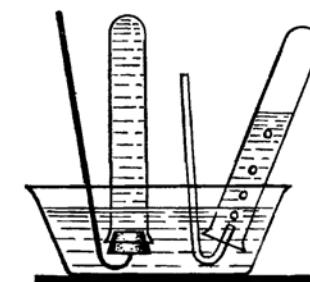

Рис. 4. Сухой способ наполнения пробирок газом
Этот же опыт можно провести в пробирках. В одну пробирку налейте раствор хлорида кобальта (II). Во вторую — к раствору хлорида кобальта прилейте раствор аммиака до образования раствора грязно-желтого цвета. В обе пробирки долейте воду до краев и закройте их пробками. Целесообразно использовать пробки на железном прутке (рис. 4). Далее пробирки переверните и поместите их в кристаллизатор с водой (в химический стакан). Пробки откроите под водой и наполните пробирки до $\frac{1}{2}$ объема кислородом, после чего вновь пробирки закройте пробками и сильно встряхните. В пробирке, в которую добавили раствор аммиака, образуется коричневый раствор комплексного соединения кобальта (III).